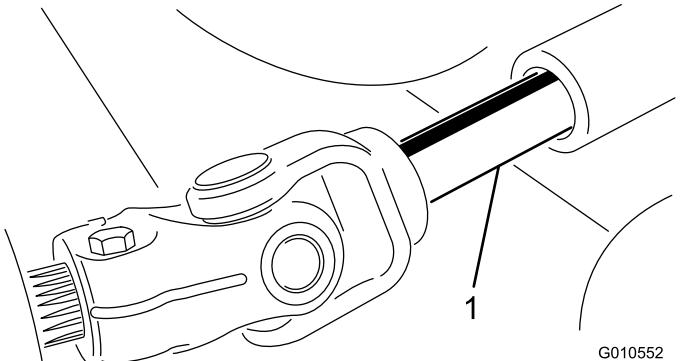

图 25
- 将滚刀组滚离主机分开 PTO 轴的公轴和母轴部分图 25。
- 将 PTO 公轴滑入 PTO 母轴图 25。